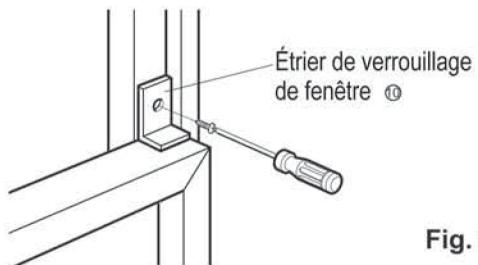

Fig. 9
12. Fixez l'étrier de verrouillage de fenêtre ⑩ à l'aide d'une vis de type C ⑪ (Fig. 9)